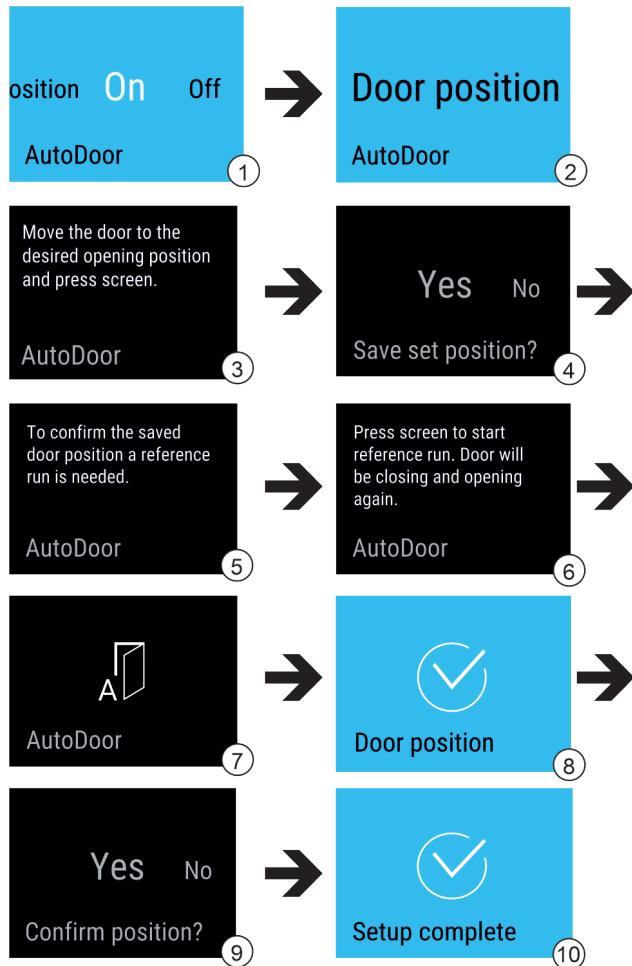

Fig. 17
- Вибрали функцію AutoDoor. Fig. 17 (1)
- Індикацію на дисплеї перемістити до появі Door position. Fig. 17 (2)
- Конфігурувати кут розкриття дверей: Відкрити двері мінімум на 70°. Fig. 17 (3)
- Підтвердити кут розкриття дверей: Торкнувшись повідомлення на дисплеї. Fig. 17 (4)
- Запустити встановлення у початкове положення: Торкнувшись дисплеєю. Fig. 17 (6)
- Дисплей блимає. Fig. 17 (7)
- Встановлення у початкове положення успішне: Дисплей стає блакитним на 2 секунди. Fig. 17 (8)
- Підтвердити кут розкриття дверей. Fig. 17 (9)
- Дисплей стає блакитним. Fig. 17 (10)